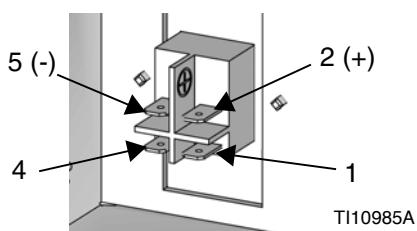
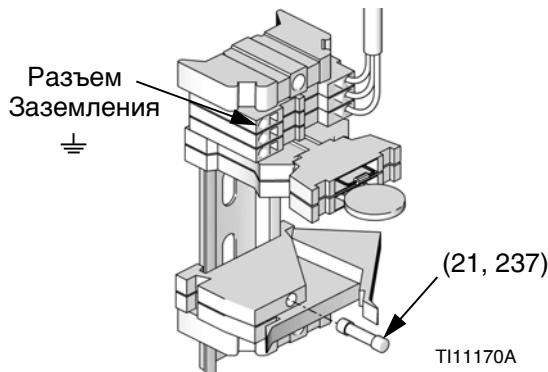

Рис. 40
Рис. 41
- Подсоедините кабель питания к сети контроллеров (509).
6. Подсоедините источник питания 24 В, Класс 2, к разъемам выключателя питания: +24 В пост. тока к разъему (+), а возвратный 24 В пост. тока - к разъему 5 (-). См. Рис. 40. Подключите проводник защитного заземления (PE) к разъему с маркировкой \triangle . См. Рис. 41. Источник питания 24 В пост. тока должен выдерживать не менее 1,0 ампер и иметь защиту подающего тока с номинальными параметрами не более 2,5 ампер.
8. Установите переднюю и заднюю крышки кожуха (506, 507), стопорные шайбы (504) и винты (503). См. иллюстрации деталей комплекта DataTrak на стр. 49.